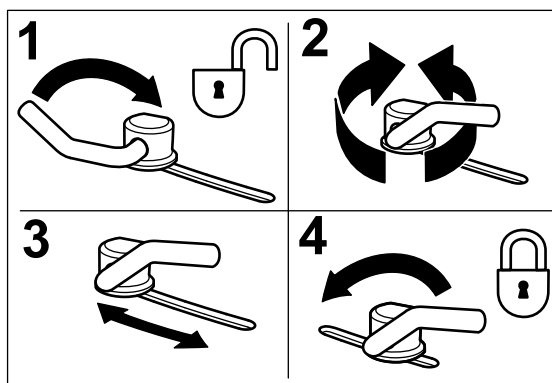

图 14
- 向上摆动控制杆可松开凸轮锁从而调节凸轮锁图 14。
- 将控制杆向后摆动可拧紧挡板和凸轮锁图 14。